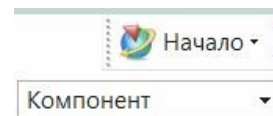

рис.36
- В нашем случае нужно выбрать тип сопряжения сборки – **Фиксация**, а затем в *рабочем поле* указать нужную деталь. Обратите внимание на то, чтобы при таком указании в *панели выбора* стояла опция **Компонент** (рис.36). В противном случае система просто не «заметит» нужную деталь.